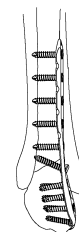

図19
- 19) イメージ下でインプラント状態を確認し、皮膚を縫合して手術を終了します。(図19)